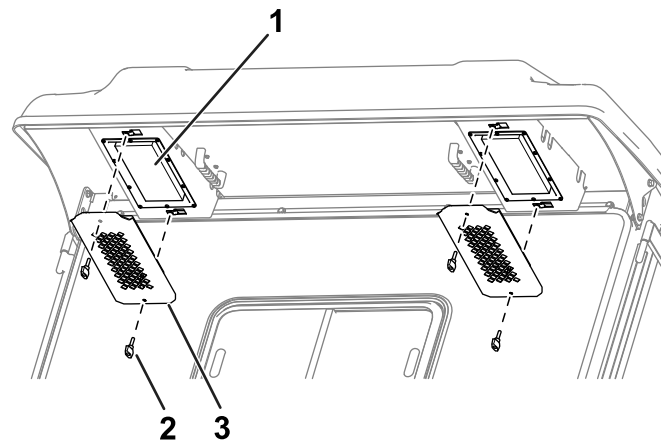

Figura 83
1. Retire los pomos y las rejillas del voladizo trasero de la cabina (Figura 83).
4. Utilice los pomos y las rejillas para instalar los filtros en la cabina (Figura 83).